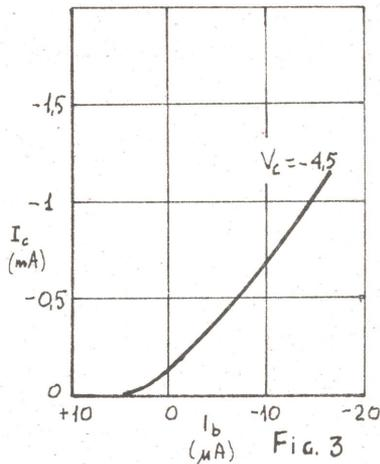

Fig. 3
- i) Caratteristiche di trasferimento (fig. 3) date come **Ic** in funzione di **Ib** per una data **Vc**.